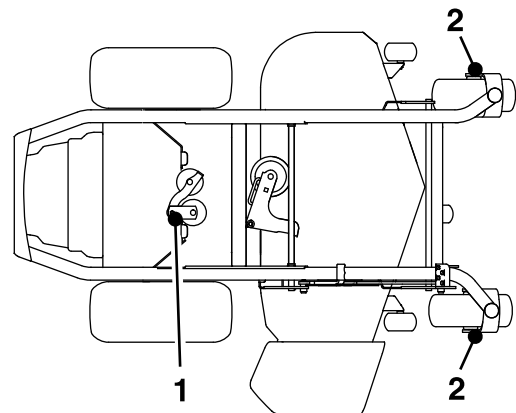

Figura 39
4. Ingrassate il perno della puleggia di rinvio pompa con 1 o 2 pompe del grasso (Figura 39)
5. Ingrassate gli assali della ruota orientabile (Figura 39).